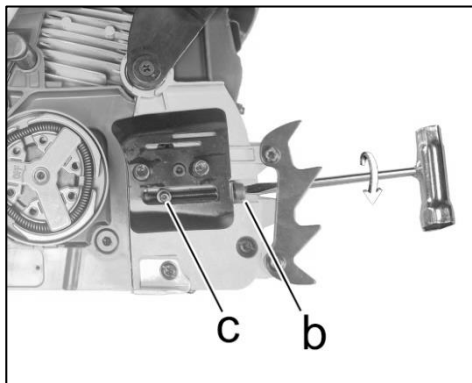

Fig.7
- 1) Tournez la vis de réglage de la tension de la chaîne (b) dans le sens inverse des aiguilles d'une montre afin que la goupille de tension (c) revienne en position gauche. (Fig.7)